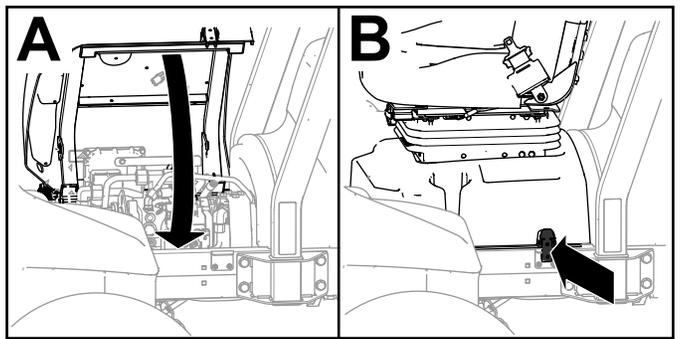

図 32
3. シートとシートベースを回転させて閉じる 図 32 の A。
4. ベース (図 32 の B) をラッチで固定する。